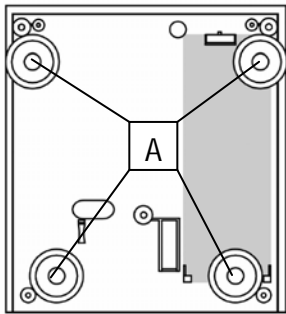

Fig. 3
- 2) Fixer la sirène au mur à l'aide des trous prévus (fig. 3 "A" - en cas de nécessité, ôter le module hors de son siège).
- 2) Die Sirene über die angebrachten Löcher an der Wand befestigen (Abb. 3 "A" – wenn nötig das Modul aus seinem Sitz entfernen)